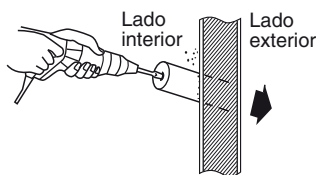

Fig. 3-16
- (8) Se a tubagem e a cablagem tiverem que ir na direcção posterior da unidade, faça furos na parede. (Fig. 3-16)